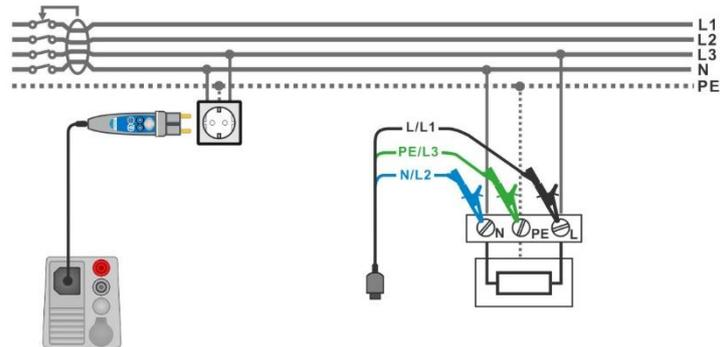

Abbildung 7.57: Z Auto Messung
- › Schließen Sie den 3-adrigen Prüfliter oder den Commander-Prüfstecker am Prüfobjekt an, siehe **Abbildung 7.57**.